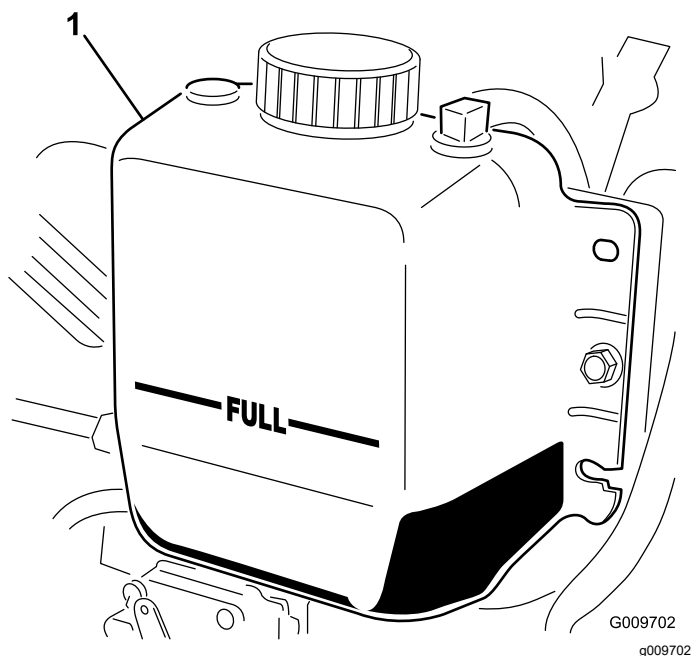

Figure 110
3. Vérifiez le niveau du liquide de refroidissement dans le radiateur. Le radiateur doit être rempli jusqu'en haut du goulot de remplissage et le vase d'expansion jusqu'au repère MAXIMUM (Figure 110).